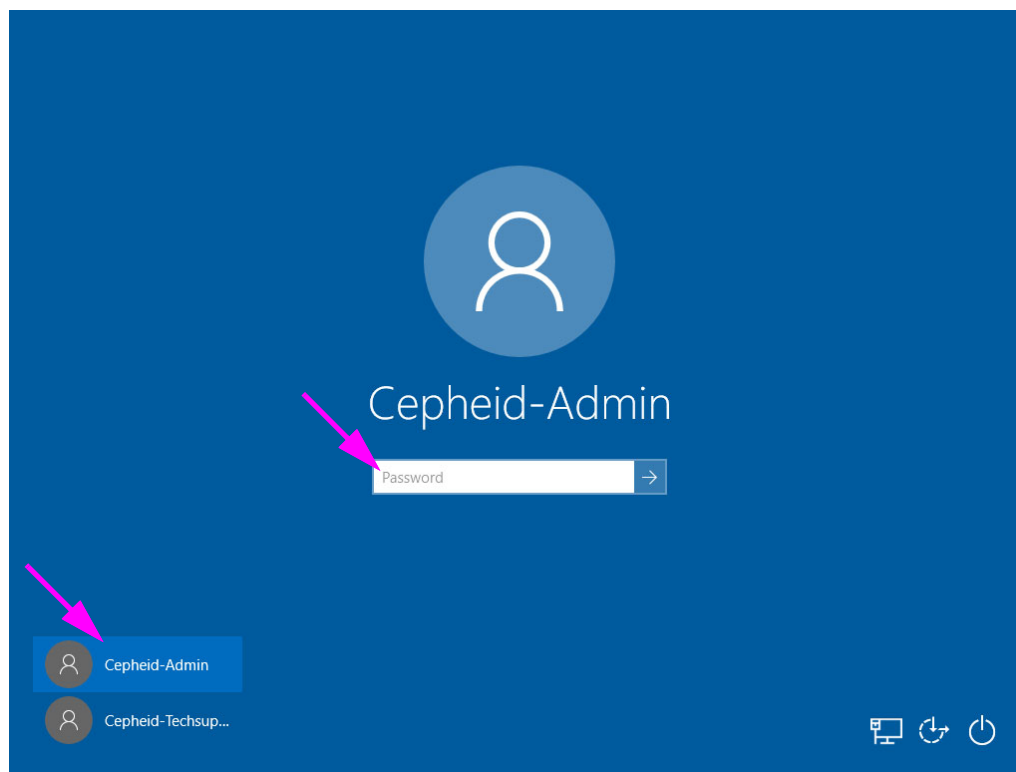

图 5-6. Windows 10 帐户和密码屏幕
1. 在 Windows 10 上，开机后，出现 Windows 锁定屏幕。请参见图 5-5。点击屏幕上的任意位置以显示 Windows 帐户和密码屏幕。请参见图 5-6。
Cepheid-Admin 帐户适用于所有客户任务，如运行测试、系统配置和软件更新。而 **Cepheid-Techsupport** 帐户仅供 Cepheid Technical Support 使用。请参见图 5-6。
2. 在 Windows 帐户屏幕上，选择 **Cepheid-Admin** 用户帐户（请参见图 5-6）。
3. 在 Windows 10 帐户和密码屏幕（请参见图 5-6）上，输入系统管理员分配的密码。